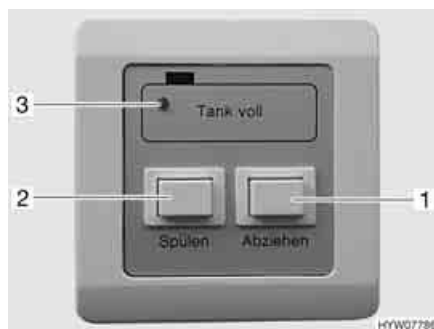

Fig. 224 Centralina di controllo per toilette
- Premere tasto "Spülen" (risciacquo) (Fig. 224,2) finché il bacino di raccolta si riempie d'acqua fino alla marcatura.
- Premere tasto "Abziehen" (rilascia) (Fig. 224,1) finché il bacino di raccolta della toilette è vuoto. Durante lo scarico viene emesso un breve segnale acustico.
Quando il serbatoio fecale è pieno, la spia di controllo (Fig. 224,3) rossa si accende.